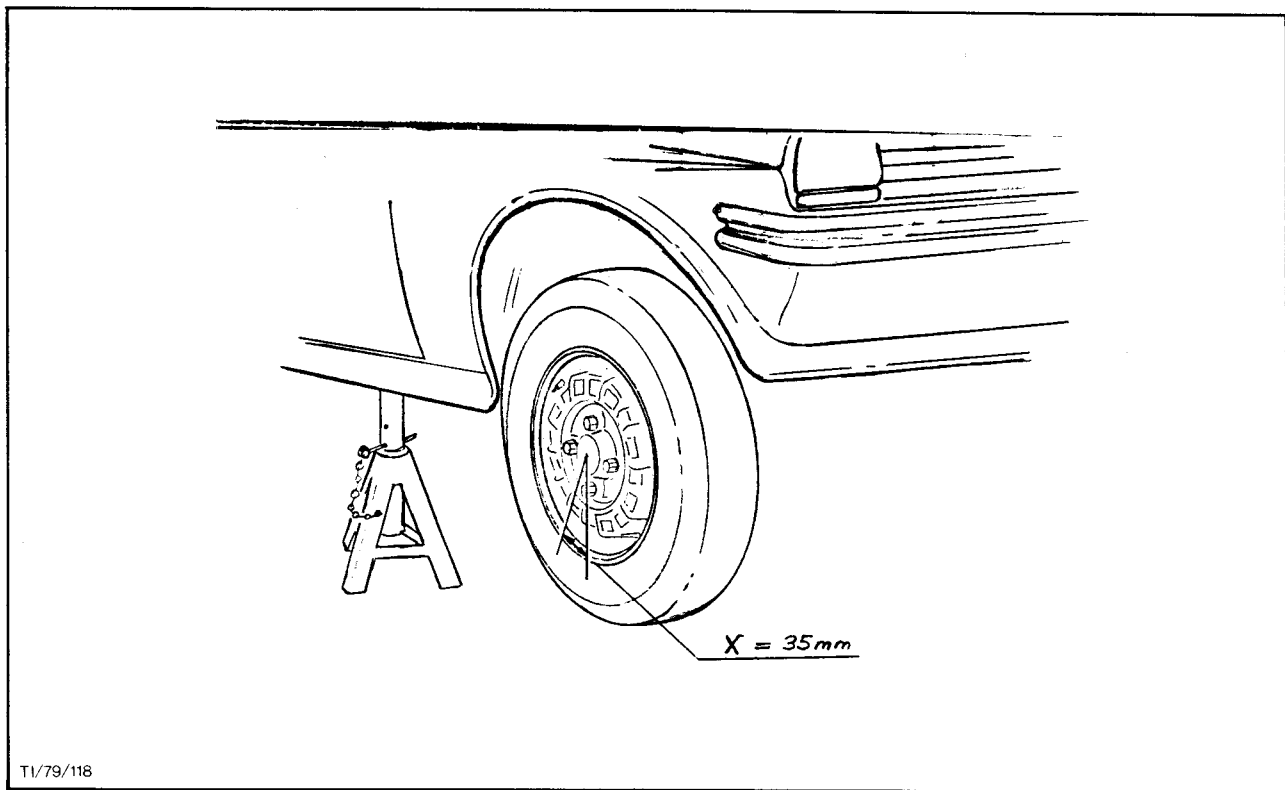

Abb.1 Verdrehspiel des angehobenen Vorderrads messen
3. Verdrehspiel des angehobenen Vorderrads messen, Abb. 1. Falls das Spiel weniger als 35 mm beträgt, kann das Ausgleichgetriebe als einwandfrei angesehen werden. Liegt der Wert jedoch über 35 mm, so muß das komplette Ausgleichgetriebe (Teil-Nr. siehe "Notwendige Ersatzteile") ausgewechselt werden.